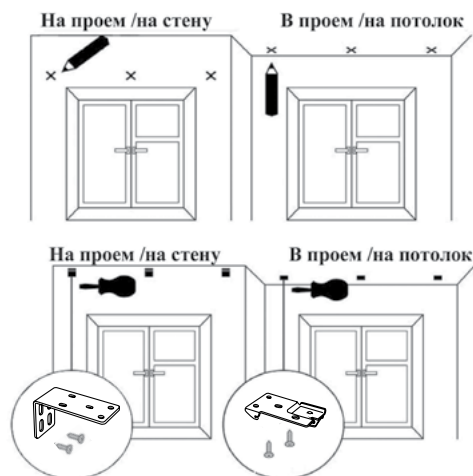

Рис. 1
3. Разметить предполагаемые места крепления кронштейнов (рис. 1). Количество кронштейнов зависит от длины карниза.